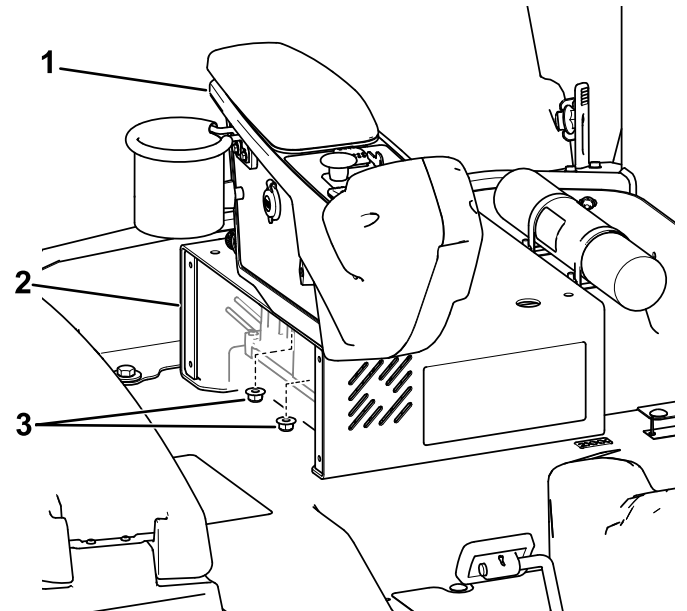

図 2
2. 座席ベースからコンソールを外し 図 2、ナットを保管する。